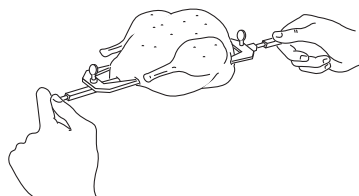

fig. 2
- Steek het voedsel op het braadspit (I) en zet het vast met de bijgeleverde vorkjes (fig. 2) (bind het vlees goed samen met een touwtje, voor een optimaal resultaat).